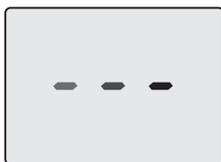
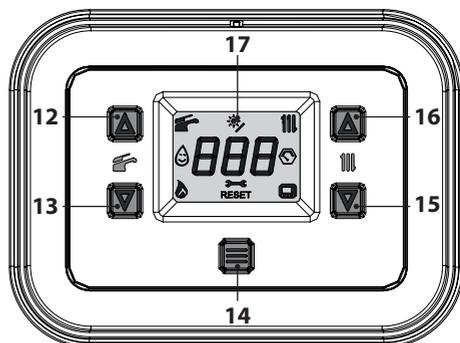

Figura 6.5
Figura 6.6
- Alimentare elettricamente la caldaia azionando l'interruttore bipolare previsto in installazione. Il display LCD visualizza il simbolo  (i trattini vengono accesi in sequenza per simulare uno scorrimento) (Figura 6.5).
- Tenere premuto per 5 secondi il tasto 14 fino a far apparire sul display entrambe i simboli  e  (Figura 6.6).
- Entrare in "modalità programmazione" premendo contemporaneamente per 5 secondi i tasti 13 e 15 (Figura 6.6) fino a far apparire sul display LCD le lettere **HiS** che indicano il menu "Storico delle caldaia" (Figura 6.8).
- Premere il tasto 14 (Figura 6.6) per attivare la funzione. Il display visualizzerà quanto segue (Figura 6.10 e Figura 6.11).
- tenere premuti contemporaneamente i tasti 13 e 15 per 5 sec. (Figura 6.6) (ritorno al livello precedente).
- Spegnerne la caldaia tenendo premuto per 5 secondi il tasto 14 (Figura 6.6) fino a far apparire sul display LCD il simbolo **— — —** (i trattini vengono accesi in sequenza per simulare uno scorrimento) (Figura 6.5).